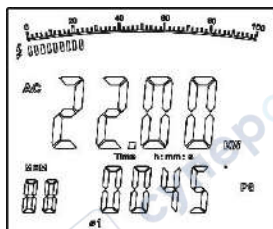

Рис. 7
1. Нажать кнопку **SEL**, чтобы выбрать первую фазу  $\varnothing 1$ , см. рис. 7. На двухуровневом экране отображается активная мощность кВт и значение PG (угол фазы) первой фазы 1.